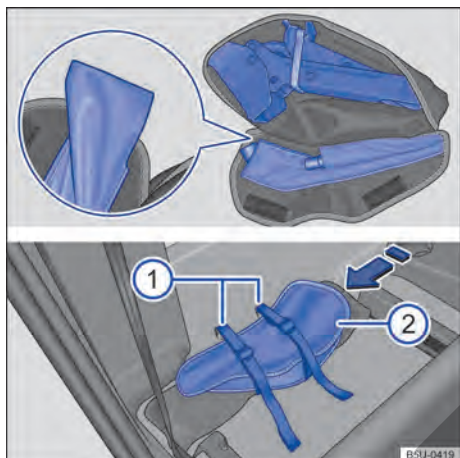

Fig. 136 Atrás del respaldo del asiento del pasajero: ② bolsa de herramientas de a bordo y ① cintas de fijación de la bolsa de las herramientas de a bordo.
- Acomodar el gato hidráulico en la bolsa totalmente cerrado → fig. 136, con la base del gato en la parte más grande de la bolsa.
- Acomodar la llave de rueda en su debido alojamiento e intentar que la lengüeta → fig. 136 (lupa) sea colocada por debajo de la llave de rueda, para evitar ruidos durante la conducción.
- Posicionar la bolsa de herramientas de a bordo atrás del asiento del pasajero, sobre el triángulo de seguridad y a través de las cintas de fijación, según → fig. 136 el sentido de la flecha.
- Para que la bolsa quede correctamente ajustada, colocar en la bolsa de herramientas de a bordo con los velcros de la bolsa mirando para adelante → fig. 136 ②.